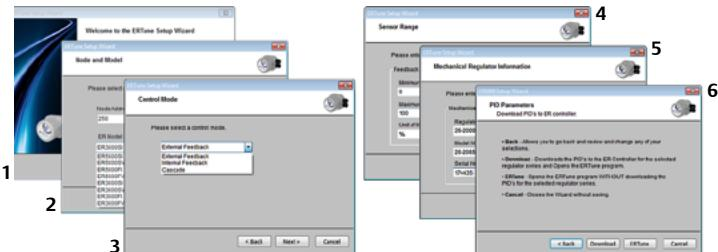

图14: ERTune™软件的设置顺序
5. ER5000 Setup Wizard（ER5000设置向导）屏幕如图14所示。利用步骤1中的信息以完成设置。对于大多数屏幕而言，您应用程序的默认值就是正确的设置。